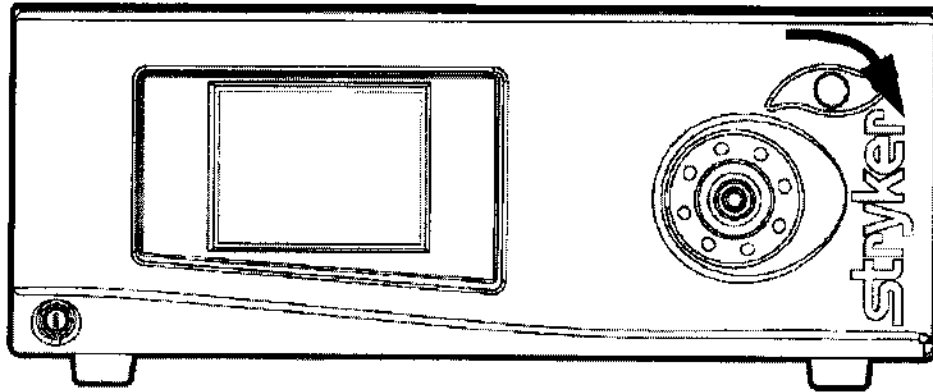

Figura 3 Apertura del bloqueo del cable
1. Abra el bloqueo del cable girando su mango de horquilla en el sentido de las agujas del reloj hasta que se detenga (véase la Figura 3).